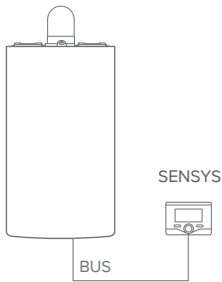

fig.4
- Situação inicial (Fig. 4)
Ações necessárias (fig. 4):